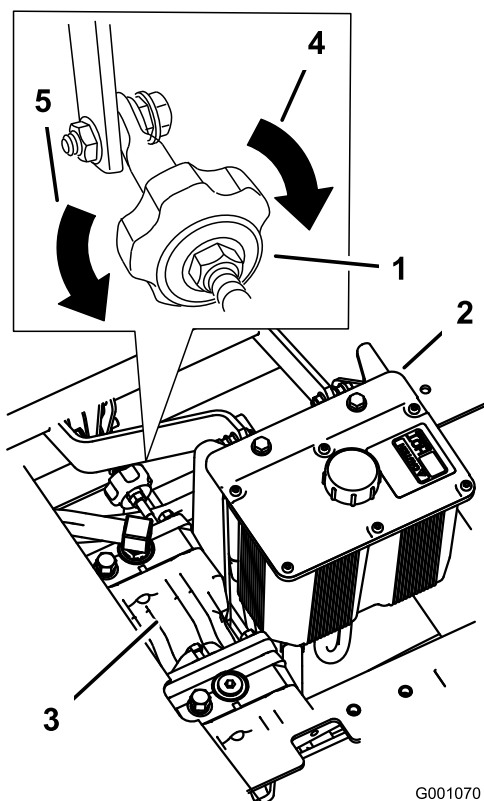

Figura 79
2. Ajuste la longitud de la varilla de la bomba girando el pomo, en el sentido apropiado, hasta que la rueda quede estacionaria o se mueva muy lentamente en marcha atrás (Figura 79).